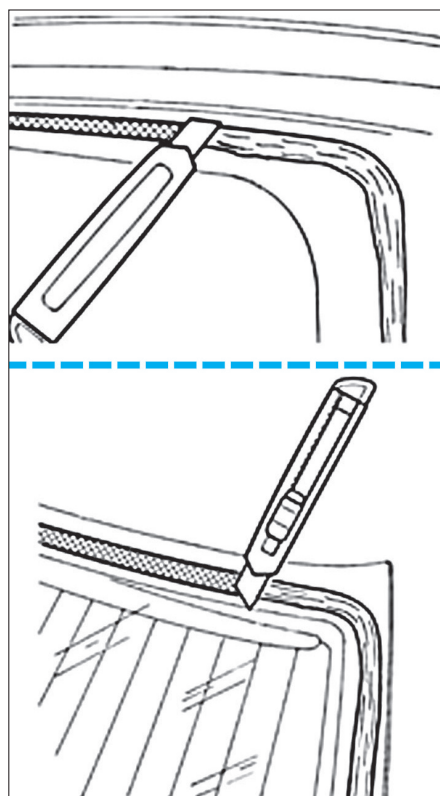

FIG. 7
- Raser le restant de colle sur le hayon et sur la lunette arrière en laissant entre 0,25 et 1 mm (Fig.7).